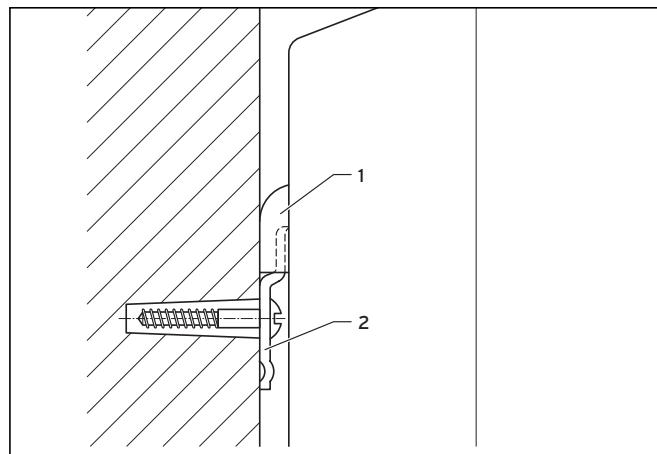

Abb. 4.7 Elektro-Warmwasserspeicher aufhängen
- Hängen Sie den Elektro-Warmwasserspeicher mit den Aufhängenocken (→ (2), Abb. 4.7) von oben an den Halter (→ (1), Abb. 4.7). Die Anschlussstutzen zeigen beim Untertischgerät nach oben und beim Übertischgerät nach unten.